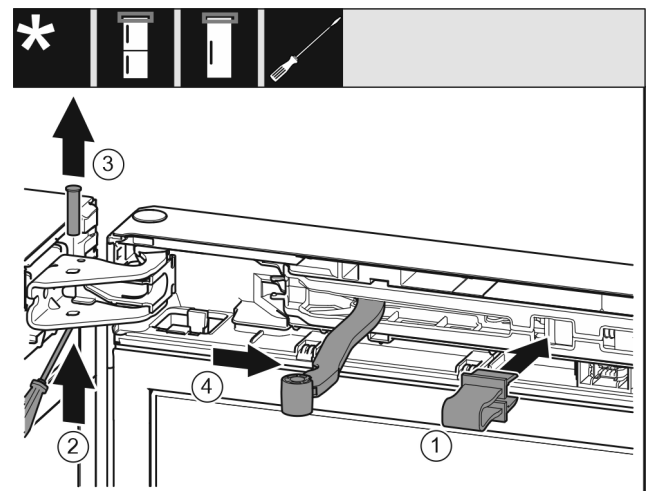

Fig. 9
- ▶ Introduire l'arrêtior dans l'ouverture. Fig. 9 (1)
- ▶ Desserrer le boulon avec un tournevis. Fig. 9 (2)
- ▶ Sortir le boulon par le haut. Fig. 9 (3)
- ▶ Tourner l'articulation en direction de la porte. Fig. 9 (4)